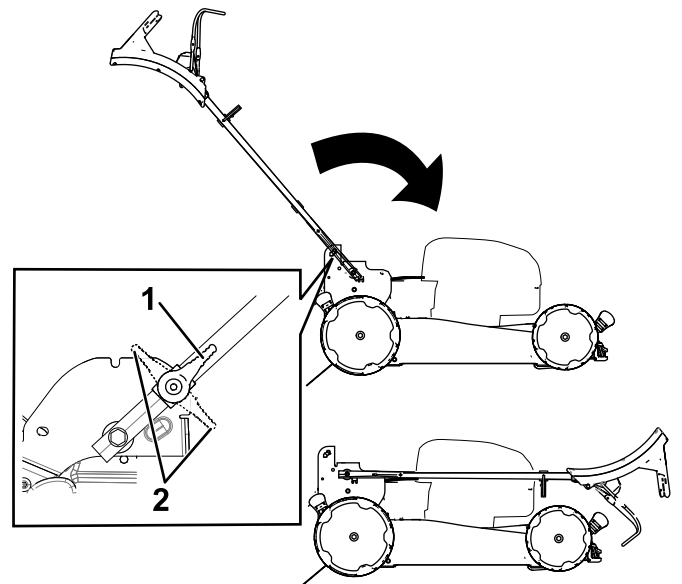

Figura 19
3. Desengate os bloqueios da pega (Figura 19).
4. Dobre a pega totalmente para a frente (Figura 19).